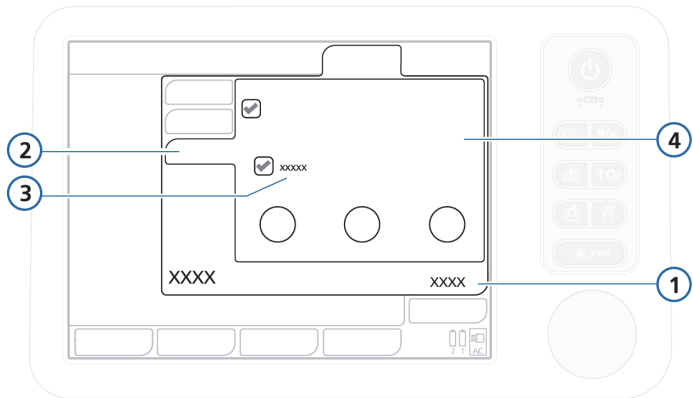

Figura 5-7. Janela Apnéia, botão Automático
4. Se necessário, abra a janela Controles -> Apnéia (Figura 5-7). Assinale ou desmarque **V Reserva** conforme necessário.
3. Se necessário, abra a janela Controles -> Apnéia (Figura 5-7).